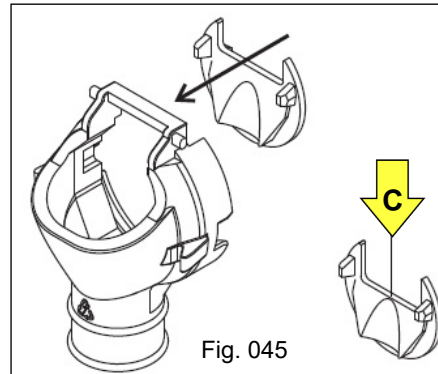

Fig. 045
a) Nunca opere sem a tampa transversal "C" (Fig. 045), a qual tem a função de anular o efeito pulsante da mola e também de controlar a dosagem.
b) Em casos de alta umidade do adubo, ocasionada por chuva ou outros fatores, em que o adubo fica em estado pastoso, deve-se retirar a tampa transversal "C" (Fig. 045) e movimentar a Plantadora por aproximadamente 50 metros para que o adubo empastado saia totalmente do dosador, desobstruindo e limpando a rosca sem fim.
Após este procedimento, recolocar novamente a tampa (Fig. 045).